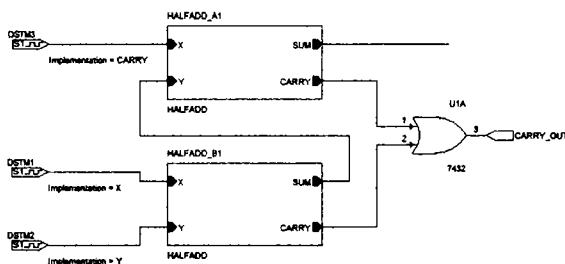

Рис. 18.25. Схема структуры полного сумматора без внутренних схем
2.8. Завершите создание схемы полного сумматора путём добавления портов, проводов и стимулов. Получится полный сумматор (рис. 18.25).
4. Вместо того чтобы повторно создавать схему, загрузим сохраненный ранее компонент полусумматора. Для этого в схеме (см. рис. 18.25) двойным щелчком откройте пустую страницу полусумматора HALFADD\_A1.